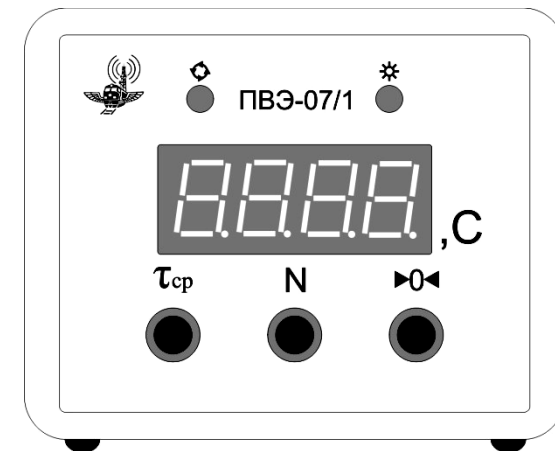

Рис. 2.1. Внешний вид лицевой панели секундомера электронного ПВЭ-07/1
Внешний вид панели прибора приведен на рис. 2.1.
*Для просмотра количества проведенных измерений необходимо нажать и удерживать кнопку «N» (см. рис.2.1). При отпускании кнопки прибор вернется к индикации длительности интервала времени.*
*Для просмотра среднего значения интервала времени по результатам серии опытов необходимо нажать и удерживать кнопку «τср» (см. рис. 2.1). При отпускании кнопки прибор вернется к индикации длительности интервала времени.*
С момента завершения счета или прекращения последней активности клавиатуры прибор будет хранить информацию о последнем измерении и всей серии в целом в течение интервала времени, называемого временем автоматического сброса. После истечения этого времени секундомер сбрасывает свое состояние в исходное. Кроме того, сбросить состояние прибора можно и вручную посредством нажатия и отпускания кнопки «▶0◀» (см. рис. 2.1). Время автоматического сброса относится к настраиваемым параметрам прибора, конкретные значения которых могут быть установлены пользователем в сервисном режиме.
В сервисном режиме пользователь прибора может выбрать конкретные значения двух настраиваемых параметров: яркости светодиодного табло и времени автоматического сброса показаний. Переход в сервисный режим осуществляется из нормального режима путем нажатия и удержания в течение 5 с одновременно кнопок « $t_{cp}$ » и «N». Во время ожидания истечения задержки перехода в сервисный режим на цифровом табло прибора используется особая индикация: подсвечены только нижние сегменты всех цифровых разрядов. При переходе в сервисный режим первой включается настройка яркости светодиодного табло прибора. Это указывается подсвеченным индикатором «\*» (см. рис. 2.1). На цифровом табло отображается текущее значение настраиваемого параметра: яркость светодиодного табло имеет пятиступенчатую шкалу градаций и указывается одной цифрой в правом разряде цифрового поля. В сервисном режиме кнопка «N» циклически переключает возможные значения настраиваемого параметра. Кнопка « $t_{cp}$ » меняет настраиваемый параметр. Для перехода от настройки яркости к настройке времени автоматического сброса показаний нужно нажать и отпустить кнопку « $t_{cp}$ », при этом переключат свои значения индикаторы «\*» и «◆» (см. рис. 2.1). Повторное нажатие кнопки « $t_{cp}$ » вернет прибор к настройке яркости и т.д.